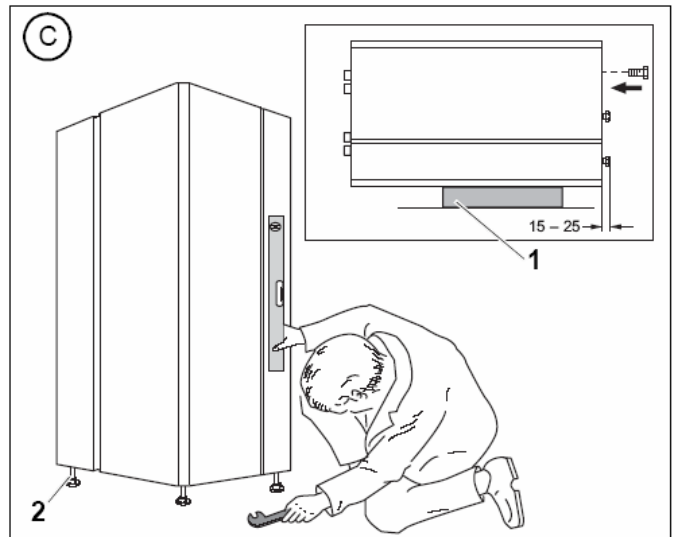

Рис. 9 Вворачивание опор (принадлежности)
- Положить на пол мягкую прокладку (рис. 9, поз. 1).
- Ввернуть три поставляемые опоры (рис. 9, поз. 2) на 15 – 25 мм.